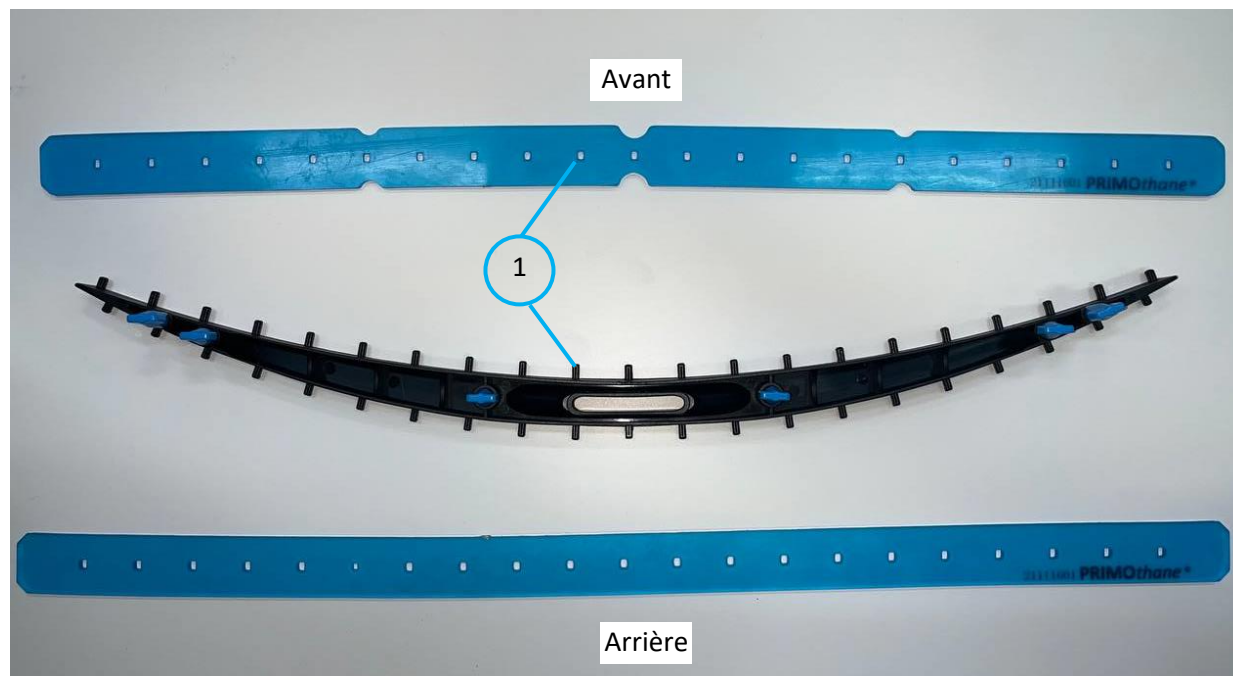

Fig. 7
4. Fixez de nouvelles feuilles de caoutchouc à l'avant et à l'arrière de la cartouche de caoutchouc en alignant les fentes de caoutchouc avec les protubérances prévues (fig. 7 - 1).